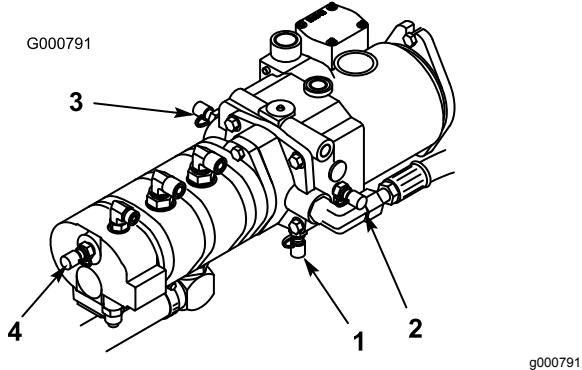

Figura 77
4. A porta de teste D encontra-se localizada no fundo da transmissão hidrostática (Figura 77) e
5. A porta de teste E é utilizada para medir a pressão da tração em frente (Figura 77).
6. A porta de teste F é utilizada para medir a pressão da tração em marcha-atrás (Figura 77).
7. A porta de teste G é utilizada para medir a pressão do circuito da direção (Figura 77).